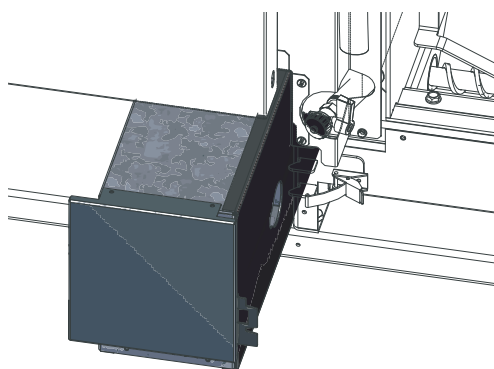

Fig. 47 Spingere il contenitore cenere leggermente verso sinistra ed estrarlo
- ▶ Spingere il contenitore cenere leggermente verso sinistra ed estrarlo – Fig. 47.